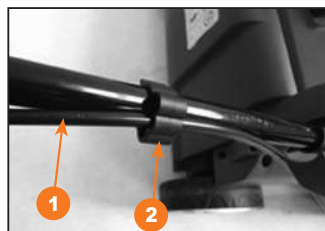

Рис. 5
6. Закрепите кабель питания **1** с помощью клипсы **2** (рис. 5).